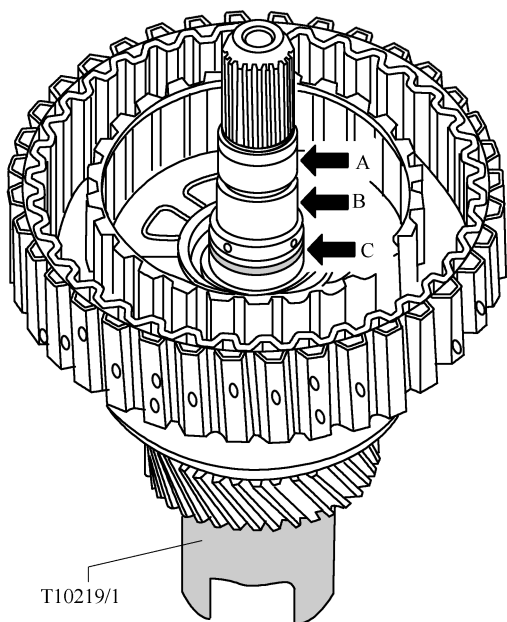

图 2-2-60 检查输入轴油缸的工作面和密封面有无磨损
(1) 检查输入轴的工作面或密封面有无磨损，如图 2-2-60 中箭头 A 所示。
(2) 检查输入轴盖板内的滚珠轴承工作面有无磨损，如图 2-2-60 中箭头 B 所示。
(3) 检查轴上的密封环有无磨损，如图 2-2-60 中箭头 C 所示。